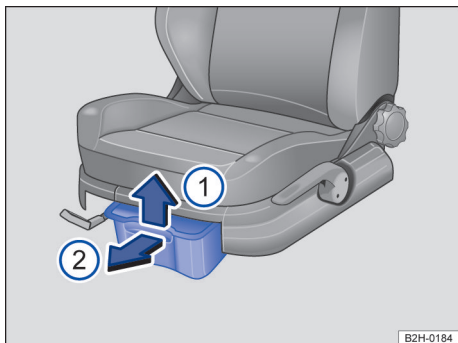

Fig. 120 Porta-objetos sob os bancos dianteiros: porta-objetos com gaveta.
- Erguer a gaveta → Fig. 120 (1) e levantar para frente (2).